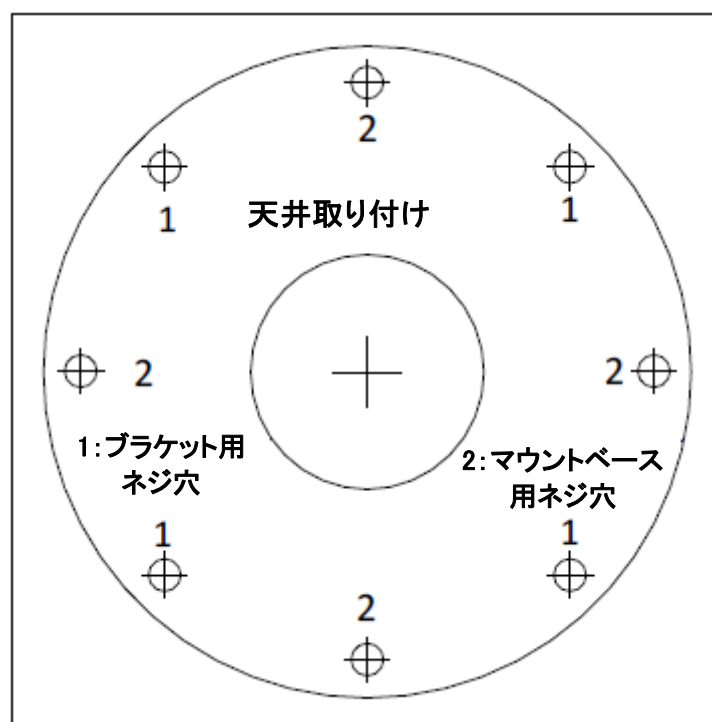

図 4-28 壁のドリル穴
2. ドリルテンプレートの No.2 の穴に従って、壁に穴をドリルします。図 4-28 を参照してください。